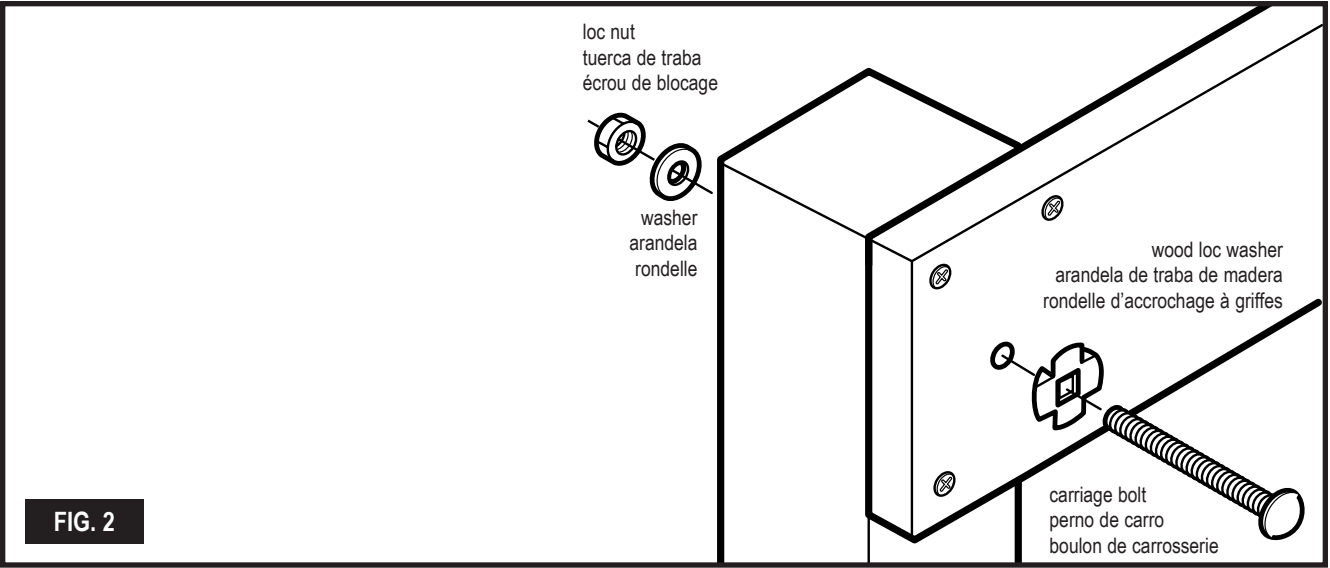

FIG. 2
- Position rung assembly to the top of the 4" x 4" x 96" posts (Fig. 2). Align all edges and attach to the posts using four 2-1/2" screws per post.
- Drill a 3/8" hole through the center of each joint. Counterbore the holes in each post approximately 1/2" - 3/4" deep with a 1-1/8" Spade Bit. Insert a carriage bolt through a wood loc washer and hole of each joint as indicated in (Fig. 2) and secure using a washer and loc nut.
- Posicione el ensamblaje de los peldaños en la parte de arriba de los postes de 4" x 4" x 96" (Fig. 2). Alinee todos los filos y sujételos a los postes usando cuatro tornillos de 2-1/2" por poste.
- Taladre un agujero de 3/8" a través del centro de cada junta. Escarie los agujeros en cada poste aproximadamente a 1/2" - 3/4" de profundidad con una broca con punta de lanza de 1-1/8". Inserte un perno de carrocería a través de una contra-arandela de madera y de un agujero en cada junta como se indica en la (Fig. 2), y asegúrelos usando una arandela y una contratuerca.
- Placer la structure constituée des barres de suspension sur les montants de 4 po x 4 po x 96 po (Fig. 2). Aligner tous les bords et fixer le tout en utilisant quatre vis de 2-1/2 po par point d'assemblage.
- Percer un trou de 3/8" dans le centre de chaque joint. Contre-percer les trous dans chaque poteau d'environ 1/2" à 3/4" de profondeur à l'aide d'un foret à trois pointes de 1 1/8". Insérer un boulon de carrosserie dans une rondelle à ressort à bois et dans le trou de chaque joint tel qu'illustré à la (Fig. 2) et fixer à l'aide d'une rondelle et d'un contre-écrou.
- Level the assembly and attach to the unit using four 2-1/2" screws per joint. Drill a 3/8" hole through the center of each joint. Counterbore the holes in each post approximately 1/2" - 3/4" deep. Insert a carriage bolt through a wood loc washer and hole of each joint as indicated in (Fig. 2) and secure using a washer and loc nut. Fill in holes and compact earth around posts.
- Nivele el ensamblaje y conjúntelos a la unidad usando cuatro tornillos de 2-1/2" por unión. Taladre un hueco de 3/8" a través del centro de cada unión. Contra taladre los huecos en cada poste aproximadamente a una profundidad de 1/2" - 3/4". Inserte un perno de carro a través de una arandela de traba de madera y el hueco de cada unión como se indica en (Fig. 2), y sujete usando una arandela y tuerca de traba. Llene los huecos y compacte la tierra al rededor de los postes.
- Mettre la structure constituer des barres de suspension de niveau et la fixer en utilisant quatre vis de 2-1/2 po par point d'assemblage. Percer un trou de 3/8 po au centre de chaque point d'assemblage. Réaliser un chambrage d'environ 1/2 po à 3/4 po de profondeur dans chacun des montants. Placer une rondelle d'accrochage à griffes sur un boulon de carrosserie et l'insérer dans l'un des trous comme le montre la (Fig. 2). Fixer le tout à l'aide d'une rondelle et d'un écrou de blocage. Procéder de la même façon pour les autres trous. Remplir les trous et tasser la terre autour des montants.